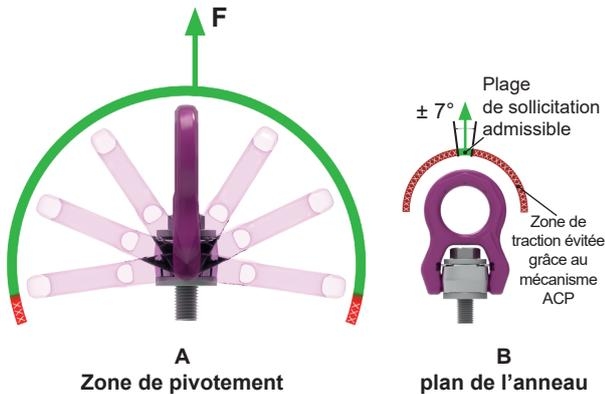

Fig. 5 : *
* Fig. 5 : ACP en version ACP M8-M30 et $1\frac{1}{2}$ "- $1\frac{1}{4}$ ". Les zones de chargement sont également valables pour l'ACP M36-M100 et $1\frac{1}{2}$ "-4".
Le ressort empêche l'anneau de se retrouver dans la position hachurée sur la Fig. 10. Cela empêche donc la sollicitation « transversale par rapport à l'anneau vertical » qui est interdite (voir chapitre 3.3.1 et Fig. 5). Avec une charge, la force du ressort est dépassée et l'ACP peut être chargé verticalement. Avec de la force, il est cependant possible de rabattre l'anneau au-delà de la zone bloquée par le ressort.